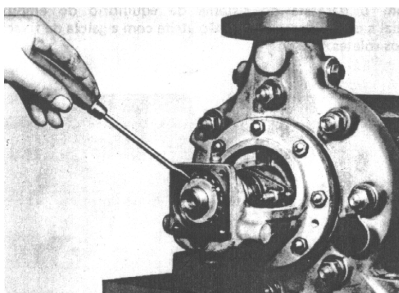

Fig. 15
- Dar el apriete final de la Tuerca de Fijación del Rodamiento hasta que una de las lengüetas de la Chapa de Seguridad coincida con uno de los orificios de la Tuerca de Fijación del Rodamiento. Hacer el trabamiento utilizando un destornillador (Ver fig. 15).